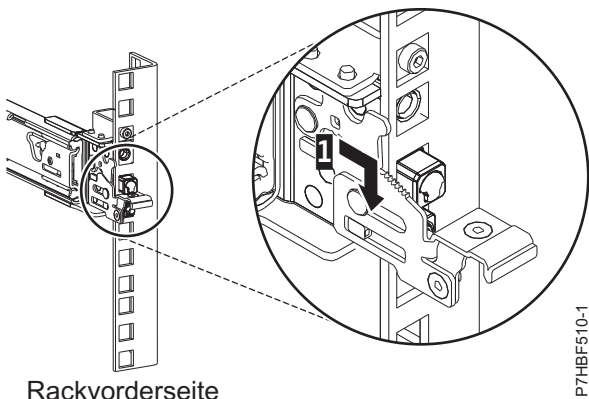

Abbildung 5. An der vorderen Schiene des Racks befestigte Stifte
6. Ziehen Sie die Schiene nach vorne und setzen an der Vorderseite der Schiene drei Stifte in die zuvor markierten Bohrungen in der ausgewählten EIA-Einheit ein. Senken Sie die Schiene ab (1), damit der hakenförmige mittlere Stift einrastet. Einzelheiten finden Sie unter Abb. 5.